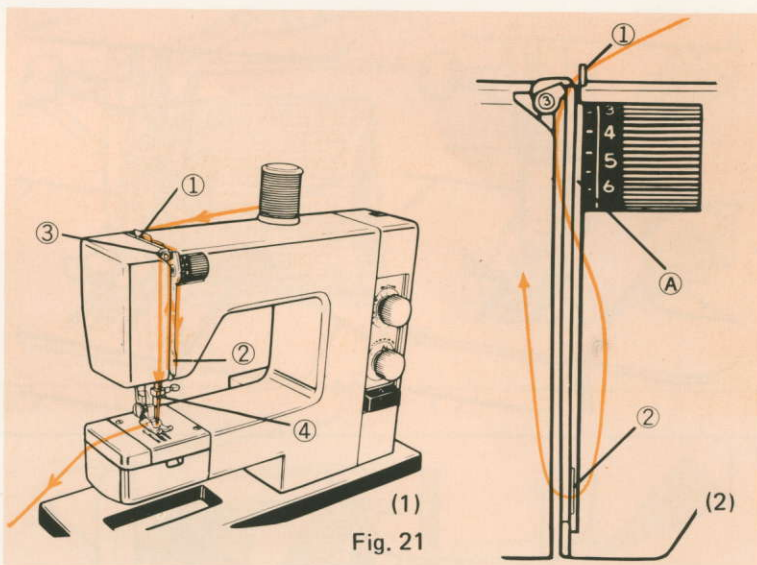

Fig. 21
Persvoetje lichten. Draai het handwiel naar u toe, zodat de naaldhefboom in zijn hoogste stand komt. Leid de draad respectievelijk door de geleiders ①, ② en ③ en ④. (Fig. 21- (1) )
(1) Leid de draad van de kloshouder door de geleider no ①.
(2) Trek de draad naar voor door de twee drukplaten A, dan door de geleider no ②, waar de draad naar links moet geleid worden. (Fig. 21-(2) )